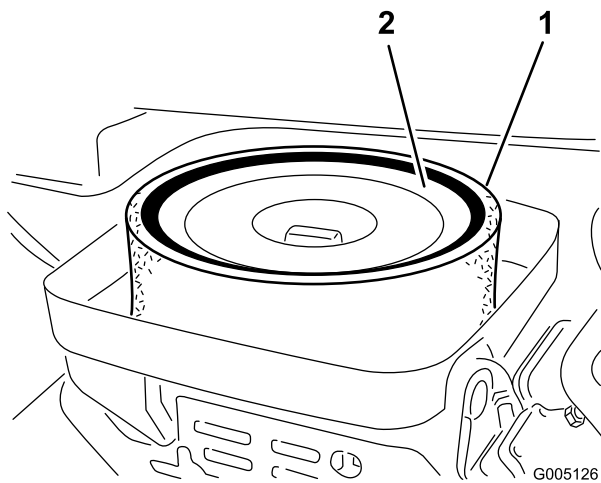

図 42
3. スポンジ (図 42) を点検し、汚れていればペーパーエレメントから外す。以下の要領で丁寧に清掃してください：